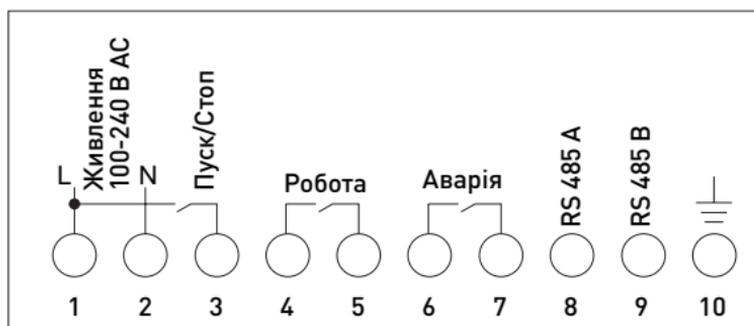

Рис. 5. Діаграма клем керування з напругою живлення 100-240 В AC
6.3.1 ППП поставляються з платою керування з номінальною напругою живлення ~230 В. Діаграма клем керування показана на Рис. 5.